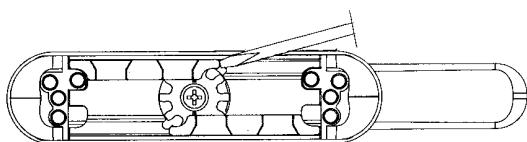

Fig. 3
- Rimuovere gli scorrevoli e le cremagliere (fig. 3)
- Remove the sliders and the racks (fig. 3)
- Retirer les coulants et les crémaillères (fig. 3). Tourner la poignée en veillant à l'amener du côté apposé à l'entraxe de 98 mm choisi (fig. 4).
- Retirar las guías de deslizamiento y las cremalleras (fig. 3)